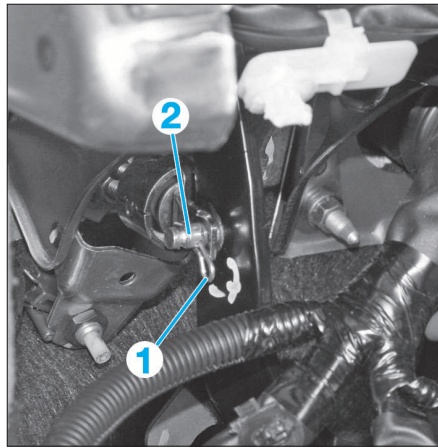

FIG. 17
- Dans l'habitacle, déposer la goupille (1), l'axe de chape (2) et la rondelle si elle est présente (fig. 17).